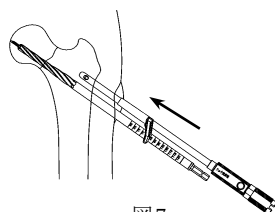

図7
- 7) フックの突出向きを前面へ向け、遠位ステップリーマーの軸へフランジ部ロックホールを通し、フランジ部が骨面に密着するまでインプラントを押し込みます。(図7)